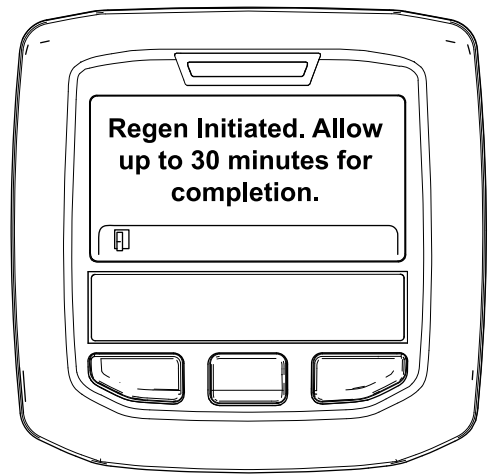

Рисунок 46
- Если регенерация разрешена, на дисплее инфо-центра появится сообщение «Regen Initiated. Allow up to 30 minutes for completion» («Регенерация запущена. Подождите 30 минут до завершения»). При появлении этого сообщения на дисплее инфо-центра подождите, пока машина не выполнит полный процесс регенерации с парковкой (Рисунок 46).